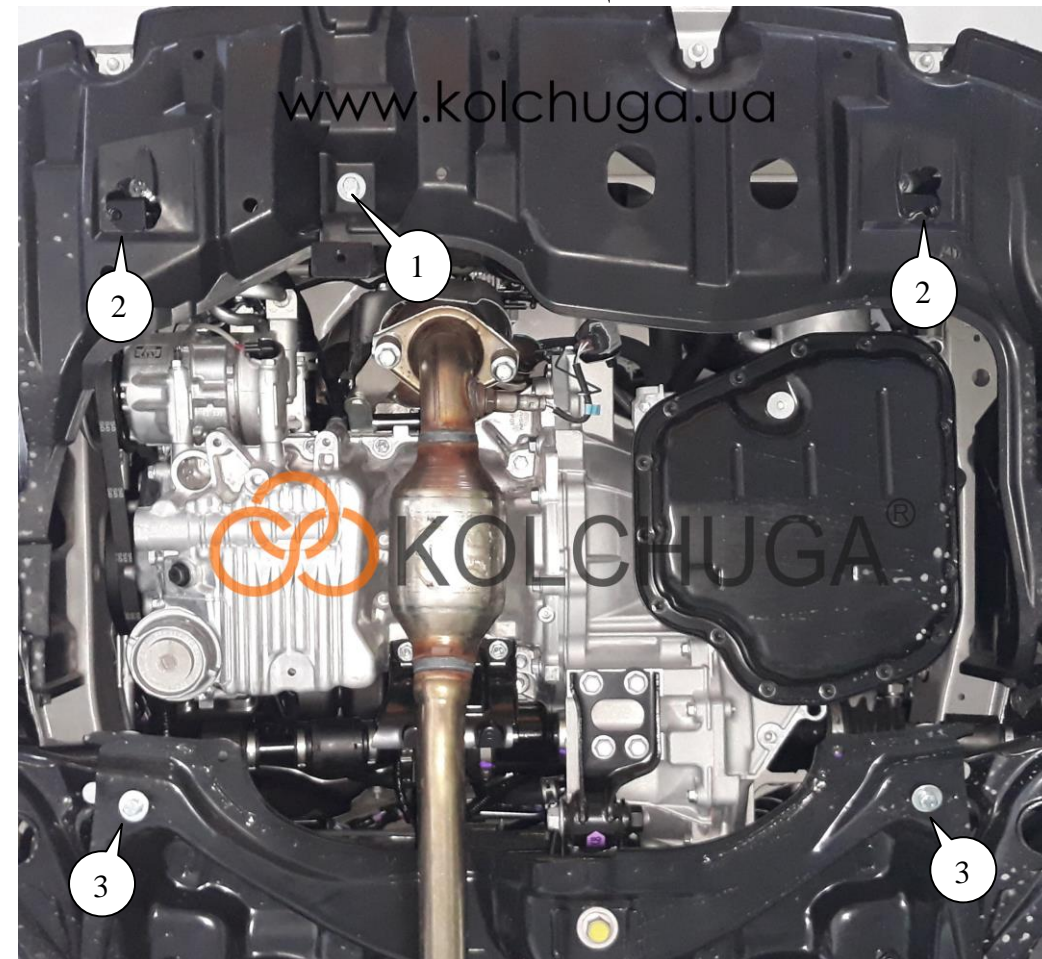

Рис.1
1. Открутить штатный болт крепления пластиковой защиты и прикрутить кронштейн 2 болтом 4, поз.1, рис.1.
2. Прикрутить кронштейны 2 (справа и слева) через отверстия к балке радиатора болтами 4 с помощью планок 8, как показано на рис.1 (поз.2). Прорезать отверстия в пластике в местах крепления защиты к кронштейнам.
3. Установить планки 8 над отверстиями задней поперечной балки двигателя и наживить болты 4 (поз.3), рис.1.